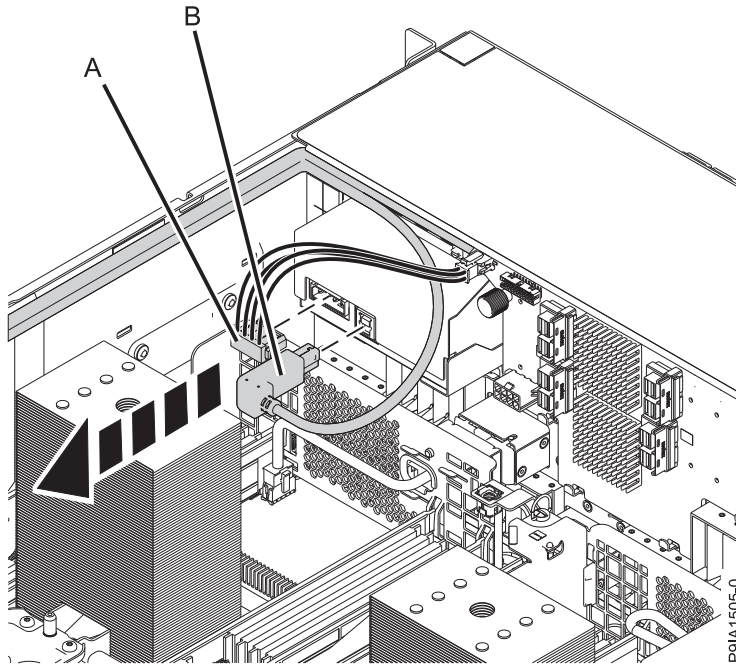

Abbildung 14. Netzkabel und USB-Kabel der internen RDX-Andockstation abziehen
- a. Ziehen Sie das Netzkabel der internen RDX-Andockstation (**A**) von der Rückseite der Docking-Station ab (siehe Abb. 14 auf Seite 19).
- b. Ziehen Sie das USB-Kabel der internen RDX-Andockstation (**B**) von der Rückseite der Docking-Station ab (siehe Abb. 14 auf Seite 19).